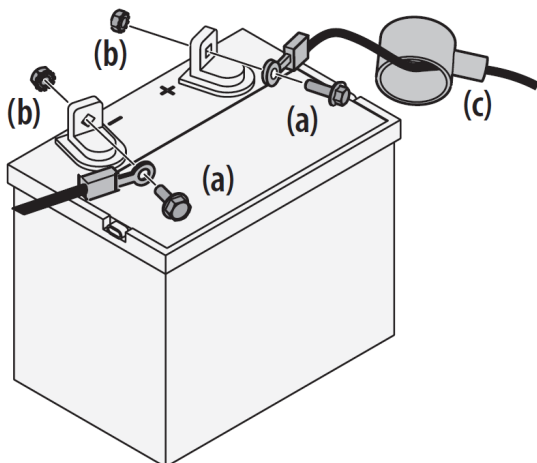

Figure 21
1. 存在する場合は、バッテリーのプラスケーブルからプラスチックカバーを取り外します。六角ボルト (a) とナット (b) を使用して、赤いコネクタをバッテリーのプラス端子 (+) に取り付けます。図21を参照。
2. 存在する場合は、バッテリーのマイナス端子からプラスチックカバーを取り外し、黒いケーブルをバッテリーのマイナス端子 (-) に六角ボルト (a) とナット (b) で取り付けます。図21を参照してください。